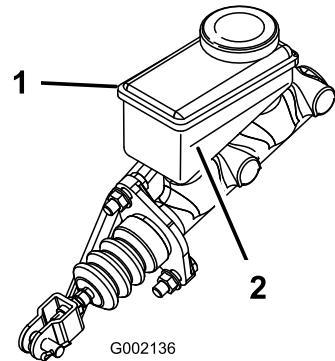

**Figura 56**
3. Utilizzando 2 chiavi, mantenete fermo il montante di regolazione sulla pinza con una chiave e allentate il controdado di 1/4 di giro con l'altra chiave (Figura 56).
4. Tenendo fermo il montante di regolazione e il controdado, girate il montante di regolazione per serrarlo (Figura 56).
5. Tenendo fermo il montante di regolazione e il controdado, allentate di 1/4 di giro (Figura 56).
6. Tenendo fermo il montante di regolazione e il controdado, serrate il controdado (Figura 56).